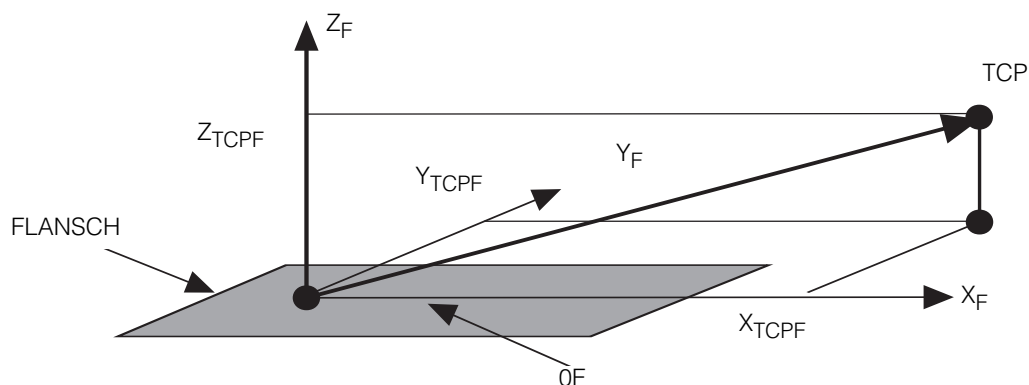

Abbildung 4 - TCP bezogen auf die Flanschkoordinaten (F)
Im allgemeinen Fall, falls das Werkzeug eine physikalische Dimension hat (Greifer, usw.), kann der TCP (Abb. 4) durch einen beliebigen Punkt, bezogen auf die Koordinaten (F) ausgedrückt werden.